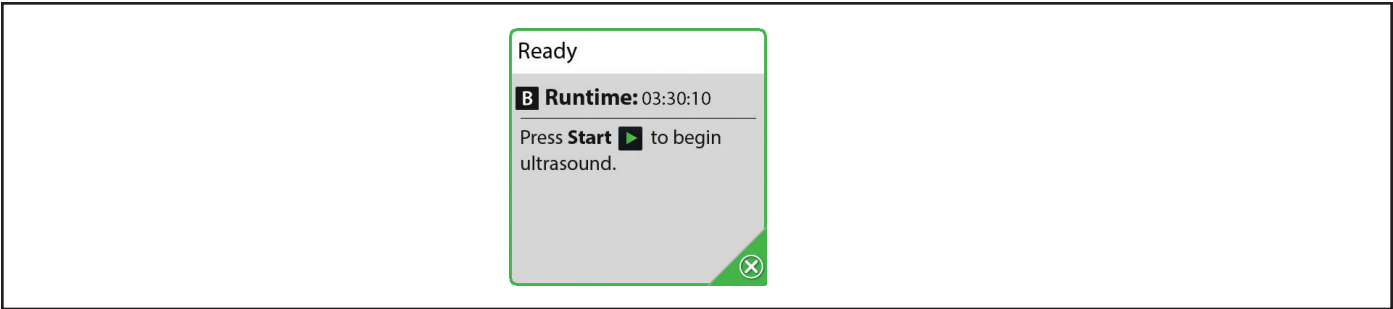

Figura 30. Pantalla Listo que muestra el botón Desactivar
- 2. Si lo desea, pulse el botón icono **Desactivar "X"**  del canal apropiado para desactivar o deshabilitar el canal que ya no está en uso (consulte la figura 30).